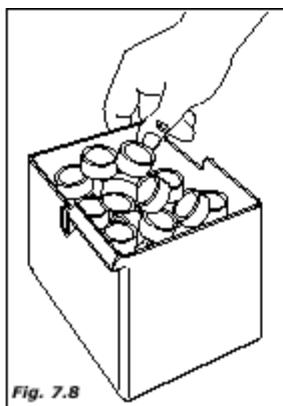

Fig. 7.8
- очистите бак для сбора кофейной гущи (в моделях с кофе в зернах) (рис. 7.8).